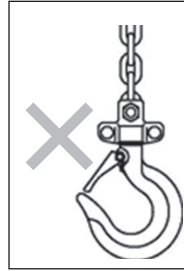

図 3
- フックの外れ止めが飛び出た場合は、負荷を超えているため直ちに操作を停止してください。(図3参照)